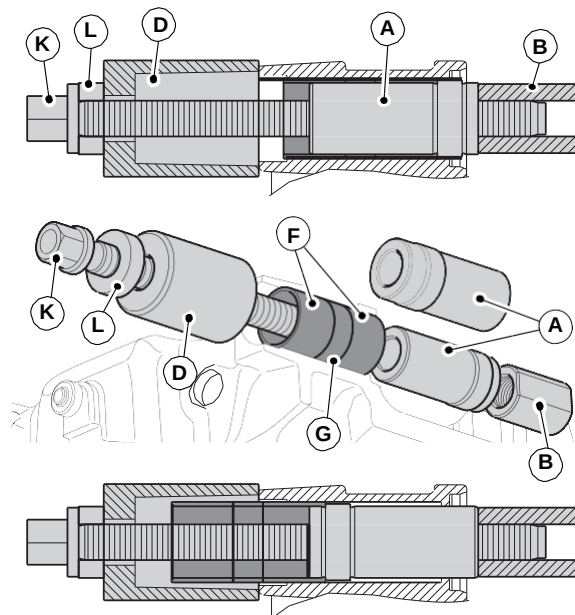

Figura 55. Remova o rolamento deslizante principal
8. Para remover os dois rolamentos (F) e o espaçador (G) no lado dianteiro, monte em sequência a ferramenta especial Haldex (K), (L), (D), (A) e (B) "Ferramentas", conforme mostrado na figura 55.
9. Uma vez instalada corretamente, gire a ferramenta roscada no sentido horário, que puxará os dois rolamentos (F) e o espaçador (G).